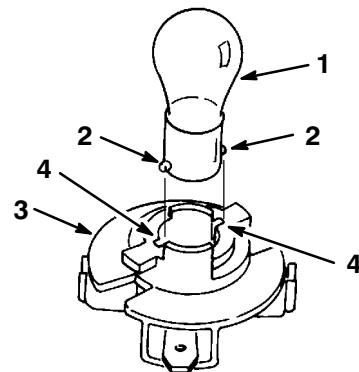

Bild 35
4. Drücken Sie die Birne herein, drehen Sie entgegen dem Uhrzeigersinn bis zum Anschlag (ca. 1/4 Umdrehung) und nehmen sie aus der Birnenfassung heraus (Bild 35).
1. Die Glühbirne hat Metallstifte an der Seite ihres Unterteils. Fluchten Sie die Stifte auf die Schlitzte in der Birnenfassung aus und setzen das Unterteil in die Fassung (Bild 35). Drücken Sie die Birne hinein und drehen sie im Uhrzeigersinn bis zum Anschlag.